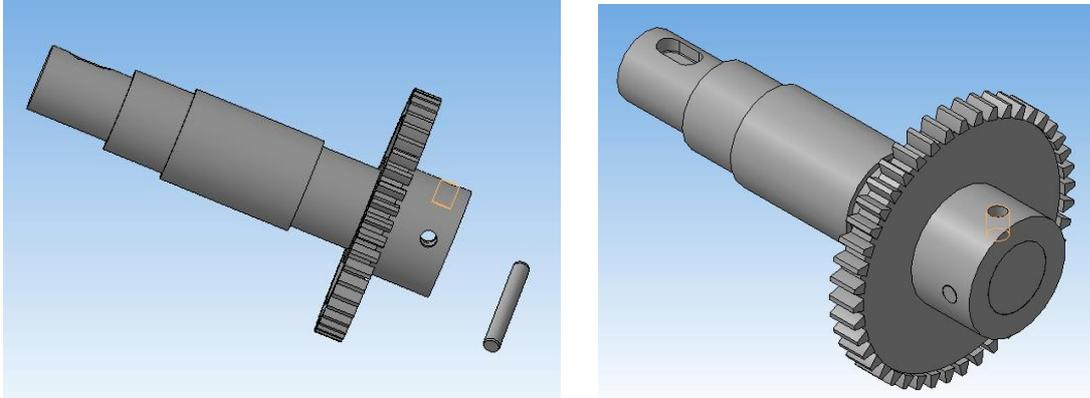

Рисунок 124.
5. Добавьте из файла «Штифт» (рисунок 124). Выберите на «Инструментальной панели» - «Сопряжения» - «Соосность».